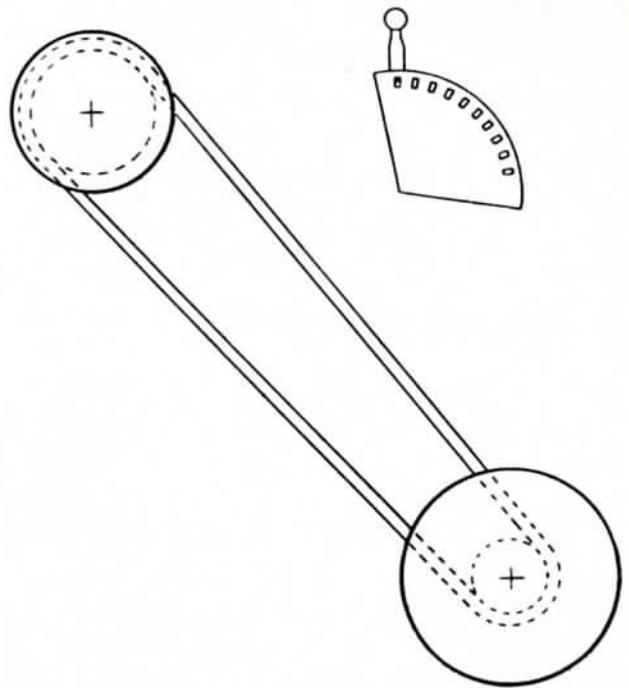

FIG. 6
2. LEVIER DU VARIATEUR DE VITESSE (Fig. 6).